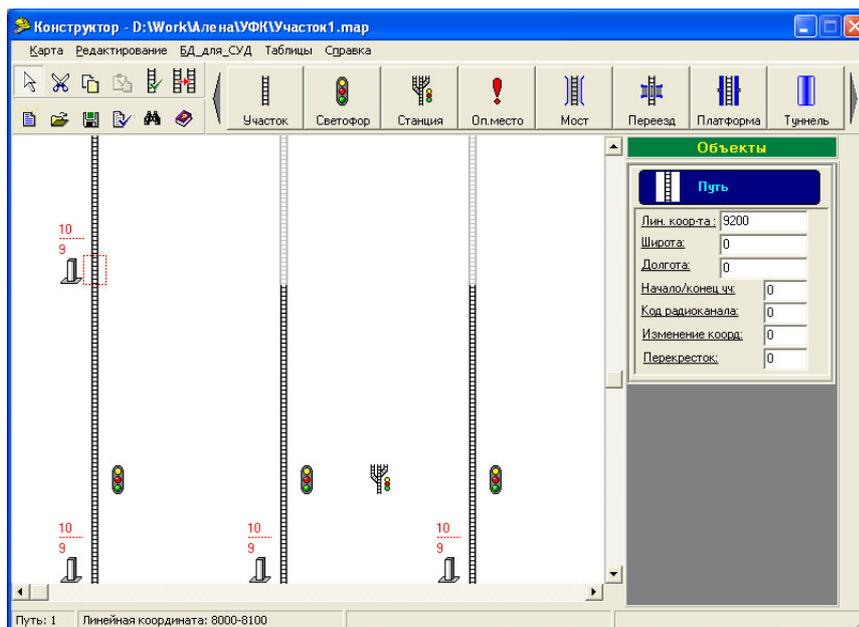

Рисунок 2.24
2.3.2.13 Формирование километрового участка длиной  $L > 1$  км выполняется с помощью двух одноименных километровых участков (рисунок 2.24). При этом длина первого километрового участка равна  $(L-1)$  км.
Для этого в выпадающем подменю «Таблицы» (рисунок 2.24) выберите таблицу «по км-столбам...». При этом в приложении «Документ1 - Microsoft Word» формируется таблица (рисунок 2.33), в которой отражены свойства километровых столбов, в том числе - «Широта» и «Долгота». Также, в столбце «Расстояние» указано расчетное расстояние между близлежащими километровыми столбами. Анализ этих величин позволяет принять решение о достоверности снятых географических координат.